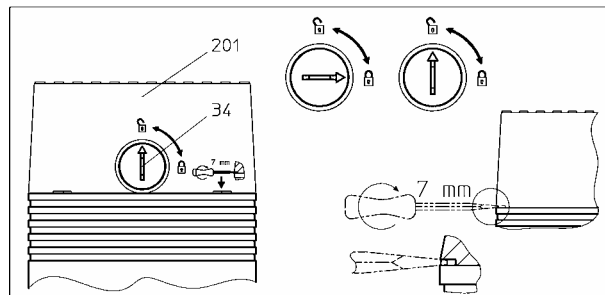

Bild 4: Abnehmen des Deckels (201)
- Der Deckel (201 Bild 4) dient zum Schutz des Hubantriebes und zur persönlichen Sicherheit des Bedienungs- und Wartungspersonals!
- Um den Deckel zu entriegeln, muss der Drehknopf (34) mit einem Schraubendreher gegen den Uhrzeigersinn um 90° verdreht werden (Bild 4).
- Schraubendreher in eine Aussparung des Deckels stecken und durch leichtes Drehen den Deckel herausheben (Bild 4).
- Den Deckel (201) vorsichtig abnehmen.